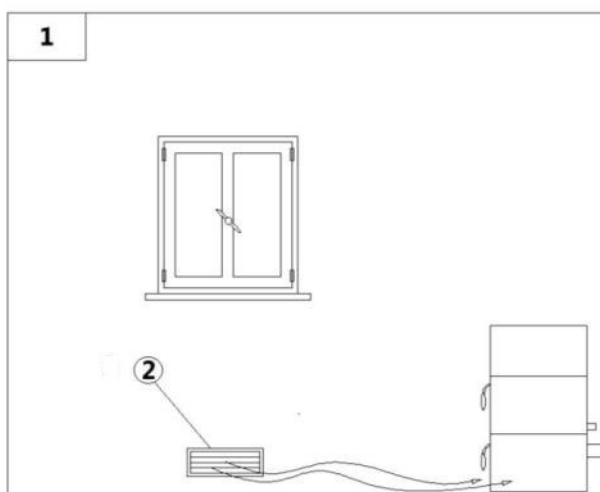

Fig. 10 - Directe luchttoevoer
LEGENDA	Fig. 10
- De luchttoevoer tussen de buitenlucht en het vertrek kan zowel direct plaatsvinden, via een opening in de buitenmuur van het vertrek (zie **Fig. 10**).